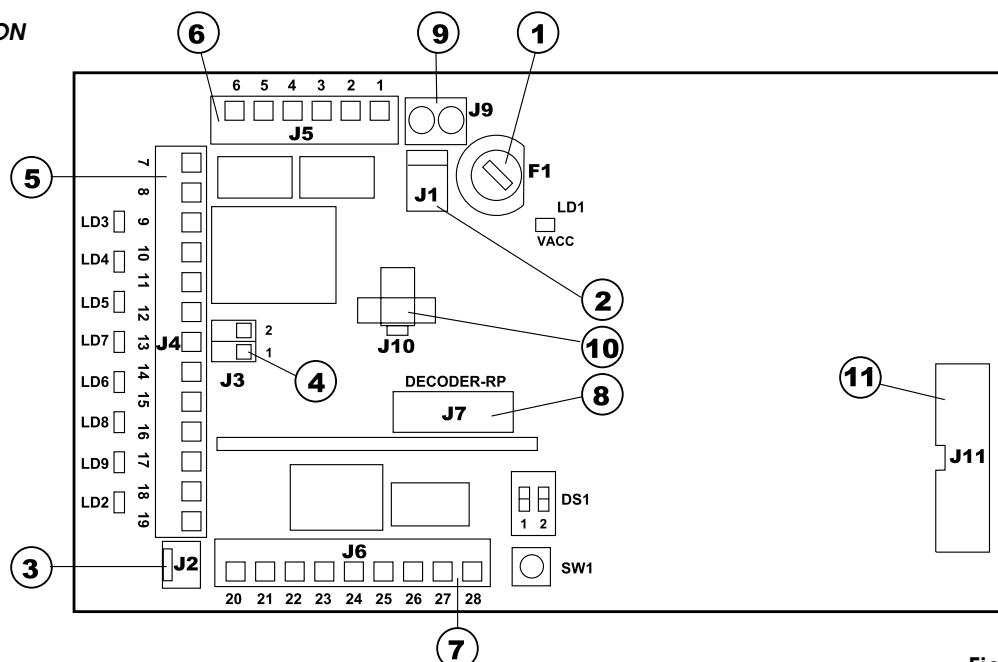

Fig. 10
- ⑧ **Connecteur J7** Connecteur rapide pour connexion de récepteurs embrochables RP ou de cartes de décodage Minidec/Decoder. (fig. 10)
- ⑨ **Bornier J9** Bornier arrêt NOT-AUS (fig. 10)